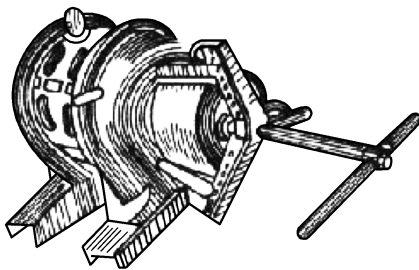

图5-1 拆卸传动轮
3) 按照如图5-1所示，用拉具的螺杆中心对准电动机轴的中心，并注意拉钩和传动轮的受力情况。